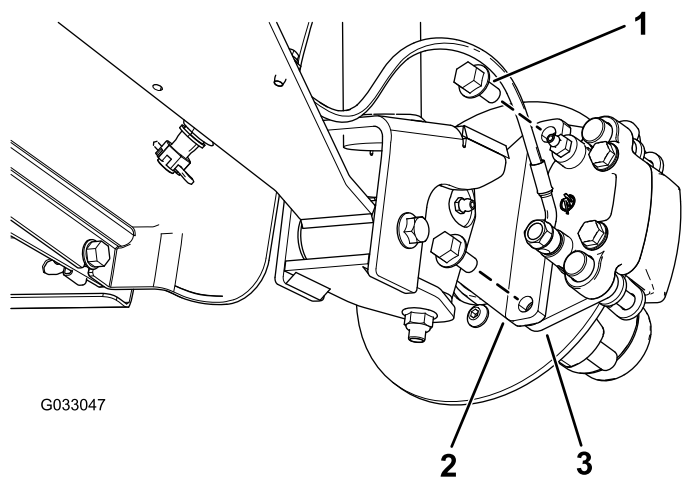

Figure 31
3. Retirez les boulons à embase ($\frac{3}{8} \times \frac{3}{4}$ po) qui fixent le support du frein à la fusée et séparez le frein de la fusée (Figure 31).
2. Placez les plaquettes de frein de chaque côté du disque (Figure 31), puis alignez les trous du support d'étrier et les trous du support de frein sur le porte-fusée (Figure 35).
3. Fixez le support d'étrier au porte-fusée (Figure 31) à l'aide des 2 boulons à embase ($\frac{3}{8} \times \frac{3}{4}$ po).